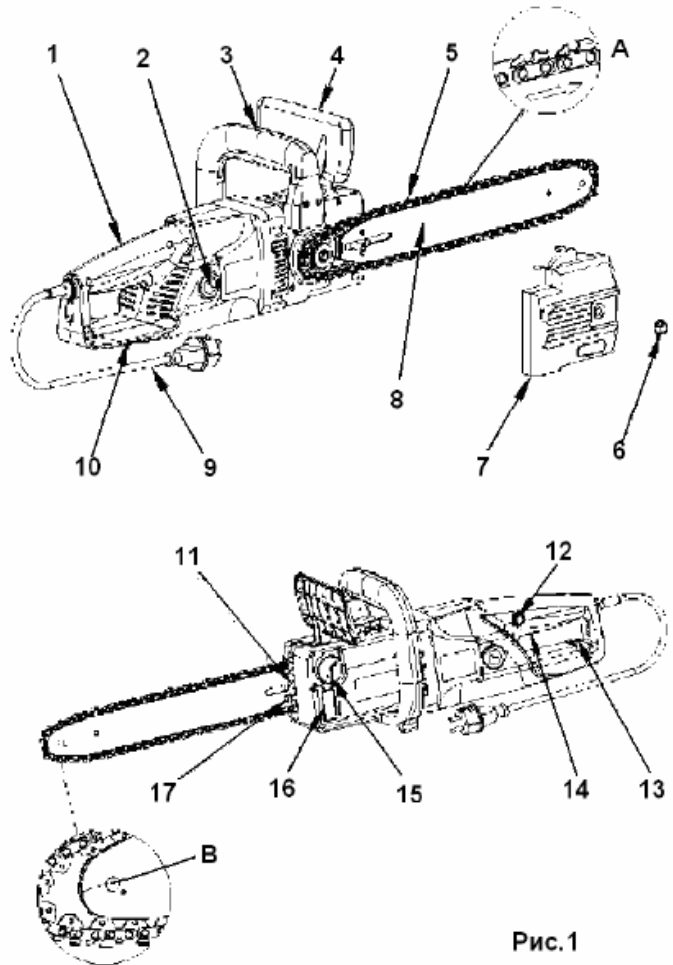
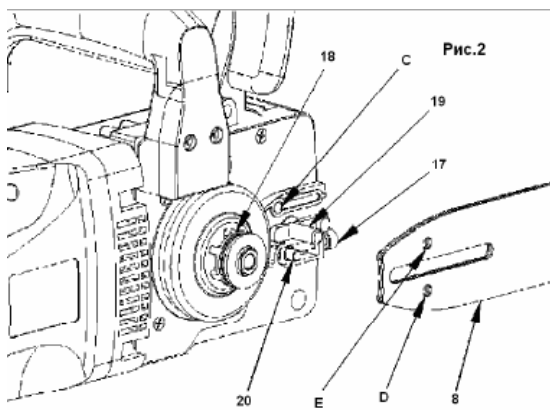

Рис.1
Рис.2
Если вы видите следы масла на цепи, то пила работает нормально. Если на цепи масло отсутствует, то прочистьте масловыпускное отверстие (Рис.2), верхнее отверстие шины и шланг подачи масла, или обратитесь в сервисный центр.
Направляющая шина и пильная цепь поставляются отдельно (в разборном виде). Сначала открутите крепежный винт (6 Рис.1) и снимите крышку, закрывающую натяжной механизм направляющей шины пилы (7 Рис.1). Нижний болт натяжения (20 Рис.2), должен находиться по центру прорези направляющей шины. Если необходимо, более точно отрегулируйте натяжение цепи с помощью винта (17 Рис.2).
Всегда используйте специальные перчатки для защиты рук при монтаже цепи, проверке натяжения, сборке и разборке. Перед монтажом цепи на направляющую шину, проверьте направление режущих зубцов цепи (заточенная сторона зубцов). Направление движения цепи, указано на крышке (7) (Рис 3). Для того, чтобы определить направление пиления, если необходимо, переверните ее (5). Надевая цепь на шину, держите пилу с направляющей шиной (8) вертикально, концом шины вверх (5). Монтаж цепи начинайте с наконечника шины (8). Монтаж цепи на шину начинайте следующим образом: Установите направляющую шину с пильной цепью на болт (19) и на болт регулировки натяжения цепи (20). Наденьте цепь на звездочку (18) Проверьте еще раз правильное направление установки цепи (См. Рис. 1). Наденьте крышку (7 Рис.1), и закрутите крепежную гайку (6 Рис.1) гаечным ключом. Теперь цепь смонтирована на направляющую шину правильно.
Убедитесь, что цепь (5) находится в пазах направляющей шины (8) (Рис.1 а). Используя шестигранный ключ, поверните винт регулировки натяжения цепи (17) по часовой стрелке до тех пор, пока цепь не будет правильно натянута. Во время затягивания винта (20), направляющую шину необходимо держать вертикально вверх. Проверьте натяжение цепи еще раз (См. Рис. 3). Не натягивайте цепь очень туго. В холодную погоду цепь должна приподниматься от направляющего бруска приблизительно на 5 мм. Затяните туго контргайку (6).
Чтобы предотвратить попадание грязи в масляный бачок, протрите крышку бачка (22) перед тем как ее открыть. Следите за уровнем масла в масляном бачке в процессе пиления, уровень масла смотреть в окошечке (16 Рис.1, 4). После доливки масла, плотно закрутите крышку бачка и вытрите пролитое масло.
Перед началом работы, проверьте автоматическое смазывание цепи и уровень масла (16 Рис.14). Включите цепную пилу и держите ее не касаясь никаких поверхностей и земли, в целях безопасности, по крайней мере в 20 см от земли. Если Вы видите масло на цепи во время движения цепи, система смазывания цепи работает правильно, если нет никаких следов масла вообще, пробуйте прочистить масляный шланг (Рис. 2) и верхнее отверстие направляющей шины (Рис.2), или обратитесь в Сервисный центр.